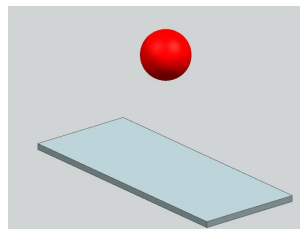

рис.25
- Можете посмотреть готовый пример **Prim_Udar_2** (рис.25). Здесь красный шарик падает под действием собственного веса и отскакивает от серой поверхности стола.